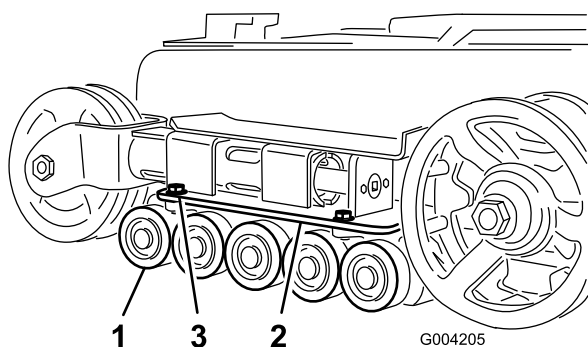

Figura 43
2. Rimuovere i 4 bulloni che fissano ciascuna guida inferiore dei cingoli che contiene le ruote non motrici e rimuoverle (Figura 43).